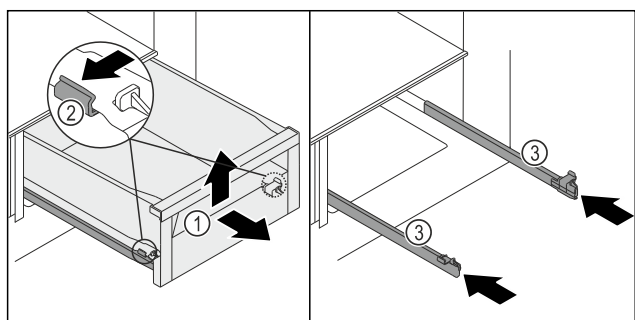

Fig. 159
- Schubfach Fig. 159 (1) bis zum Anschlag herausziehen.
- Klemme Fig. 159 (2) links und rechts an den Schienen gleichzeitig leicht nach außen drücken.
- Schubfach Fig. 159 (1) löst sich von den Schienen.
- Schubfach Fig. 159 (1) vorne hochheben.
- Schubfach Fig. 159 (1) nach vorne entnehmen.
- Schienen Fig. 159 (3) einschieben.